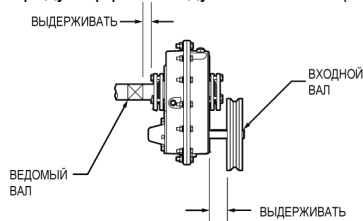

Рис. 2. Установка редуктора и шкива
4. Установите шкив на входной вал как можно ближе к редуктору (рис. 2).